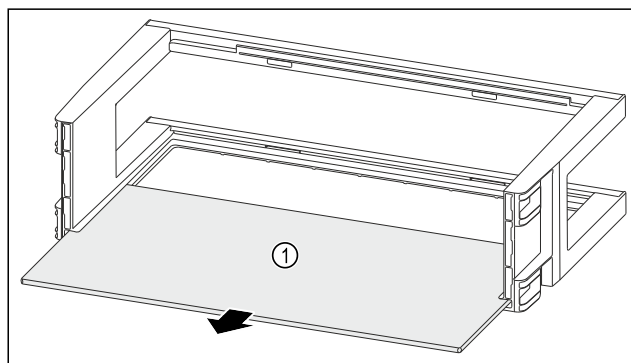

Fig. 142
- Abstellfläche Fig. 142 (1) entnehmen.